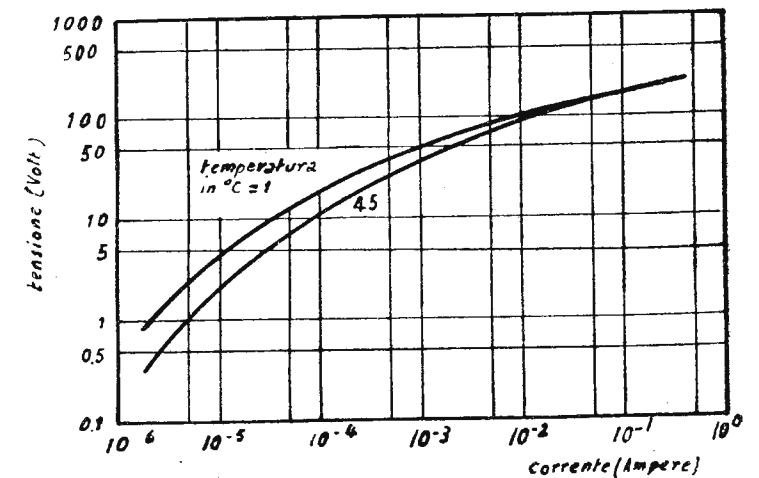

Fig. 4. - Influenza della temperatura sulla caratteristica V-I di un varistor al carburo di silicio.
Coefficiente di temperatura. — Come avviene per i semiconduttori che entrano nella costituzione dei raddrizzatori a strato di sbarramento, anche i varistori di thyrite presentano un coefficiente di temperatura *negativo* e di valore notevole (da 2 a 3 volte quello dei raddrizzatori al selenio o all'ossidulo di rame) (8). Il grafico di fig. 4, dovuto al Gridale (6) illustra tale dato di fatto: la corrente raddoppia quando la temperatura viene portata da 1 a 45°C.